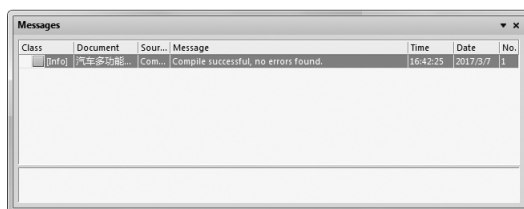

图 6-25 工程编译信息提示框
(1) 选择菜单栏中的“工程”→“Compile PCB Project 汽车多功能报警电路.PrjPCB”(编译的 PCB 工程汽车多功能报警电路.PrjCB) 菜单命令, 对工程进行编译, 弹出如图 6-25 所示的工程编译信息提示框。
(2) 检查无误。如有错误, 查看错误报告, 根据错误报告信息进行原理图的修改, 然后重新编译, 知道正确位置, 最终得到图 6-25 的结果。